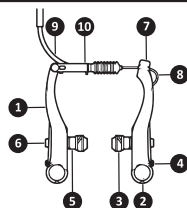

Рис. 13.2: Тормоза V-типа и их регулировки
► **Тормозной механизм V-типа** представляет собой два подвижных рычага (рис. 13.2, поз. 1), каждый из которых вращается на шарнире (рис. 13.2, поз. 2). К рычагам присоединены тормозные ко-
лодки (рис. 13.2, поз. 3), которые своей фрикционной частью контактируют с колесным ободом при натяжении тросика, когда тормозная ручка нажата. Тормозной механизм регулируется винтами (рис. 13.2, поз. 4) натяжения возвратных пружин и положением тормозной колодки – при помощи набора сферических шайб (рис. 13.2, поз. 5). Правильно отрегулированный тормоз V-типа должен обеспечивать равномерный и одновременный прижим колодок к ободу. Расстояние между колодками и ободом при не нажатом тормозе должно составлять 1–3 мм.
► **Настройка углового положения колодок** – необходима для того, чтобы колодки контактировали с ободом максимальной своей площадью. Ослабив натяжение винта (рис. 13.2, поз. 6), стягивающего набор сферических шайб (рис. 13.2, поз. 5), установите колодку параллельно ободу и строго напротив него. Затяните винт, удерживая колодку от проворачивания. Повторите процедуру для второй колодки тормоза.
- 2 | Открутите винт (рис. 13.2, поз. 7) зажима тросика и сдвиньте трос в нужную сторону, изменяя рабочую длину троса (от тормозной ручки до тормозного рычага). Затяните винт зажима троса.
► **Замена колодок** – необходима для поддержания работоспособности тормоза и сохранения его эффективности. Открутите винт (рис. 13.2, поз. 6), стягивающий набор сферических шайб (рис. 13.2, поз. 5), снимите внешние шайбы со шпильки и отсоедините колодку от рычага тормоза. Будьте аккуратны – шайбы легко соскакивают со шпильки и могут быть утеряны. Установка колодки производится в обратной последовательности. В процессе замены колодок необходимо проводить операцию по настройке их углового положения (см. выше).
► **Замена тормозного тросика** производится в случае повреждения или износа тросика. Отверните винт (рис. 13.2, поз. 7) зажима тормозного троса, выньте его из зажимной части тормозного рычага (если установлен концевой колпачок на тросике, предварительно снимите его), а затем выньте
► **Механизм расстегивания тормоза V-типа** — предназначен для того, чтобы вы имели возможность снять колесо с велосипеда без демонтажа тормоза или тормозных колодок, которые в рабочем состоянии не дают покрышке пройти между ними. Чтобы расстегнуть тормоз, необходимо одной рукой сжать пару тормозных рычагов (рис. 13.2, поз. 1), а другой — вынуть подводящую трубку (рис. 13.2, поз. 9) тросика из подвижной металлической стремянки (рис. 13.2, поз. 10). Застегивание производится аналогично: одной рукой сжимаем рычаги в направлении друг к другу (колодки будут касаться обода), а другой вставляем подводящую трубку в стремянку. Правильно настроенный тормоз позволяет расстегивать и застегивать обратно тормоза без нарушения их регулировки.